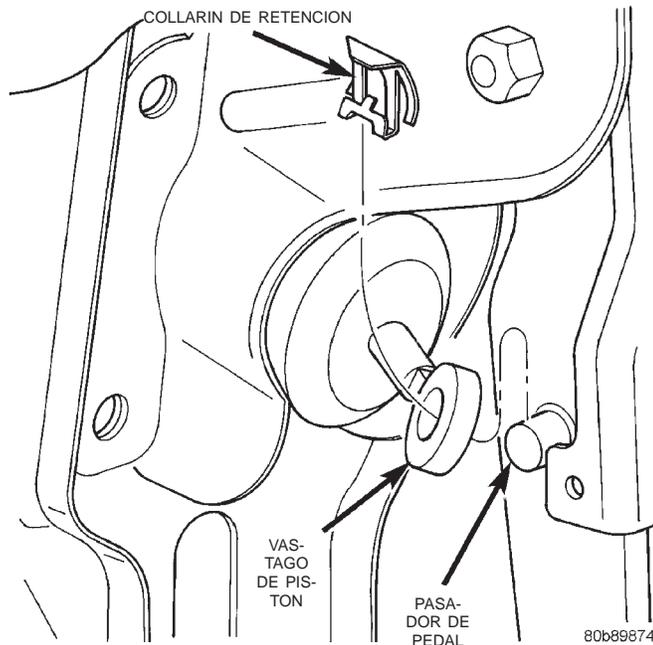

Fig. 21 Collarín de retención
- (1) Retire el cilindro maestro.
- (2) Desconecte la manguera de vacío en la válvula de retención del reforzador.
- (3) Retire el collarín de retención (Fig. 21) que fija el vástago de pistón del reforzador al pasador del pedal. Luego deslice el vástago del pistón fuera del pasador.